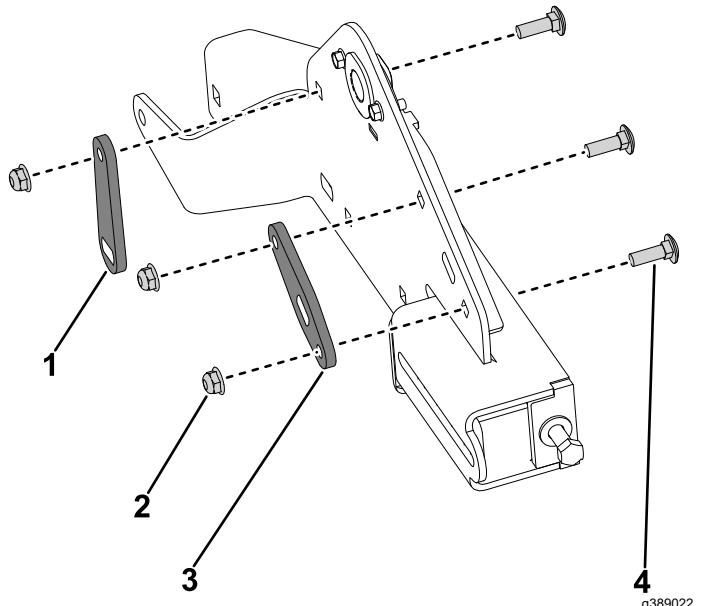

Figura 29
- 4. Instale a nova placa da barra articulada no suporte da lagarta e prenda-a com dois novos parafusos de carroçaria ($\frac{5}{16} \times 1$ pol.) e duas porcas de bloqueio ($\frac{5}{16}$ pol.) (Figura 29).
- 5. Instale a nova placa do suporte ao suporte da lagarta e prenda-a com o novo parafuso de carroçaria ($\frac{5}{16} \times 1$ pol.) e porca de bloqueio ($\frac{5}{16}$ pol.) (Figura 29).